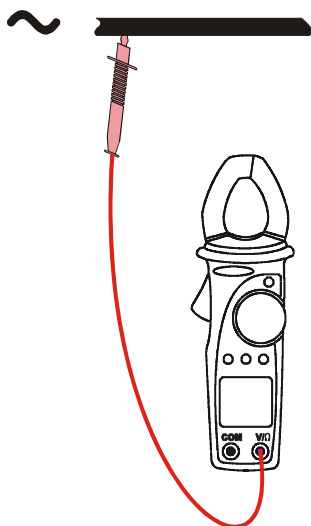
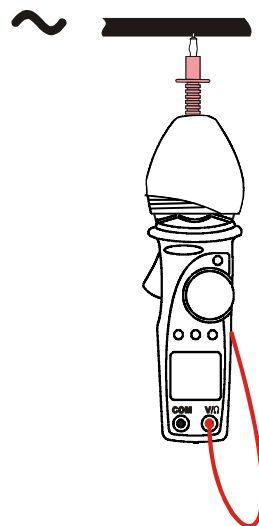

Fig. 18: busca fases
Fig. 19: busca fases con capuchón de goma
3. Conecte la punta roja a la fase L1 (ver Fig. 18). Como alternativa use el práctico capuchón de goma para alojar la punta roja (ver Fig. 19).